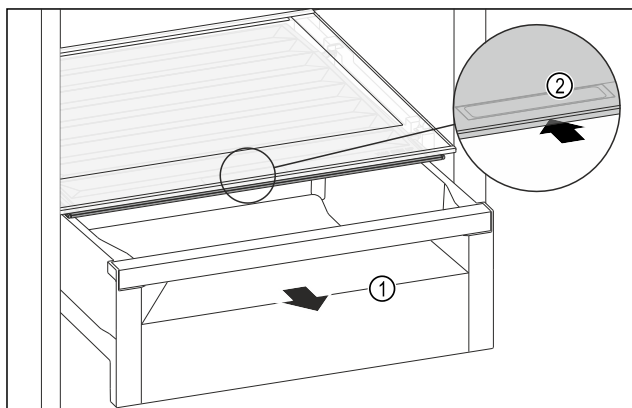

Fig. 122
- Izvucite ladicu Fig. 122 (1).
- Primite ručku Fig. 122 (2) na poklopcu pretinca i istodobno povucite poklopac pretinca prema natrag.